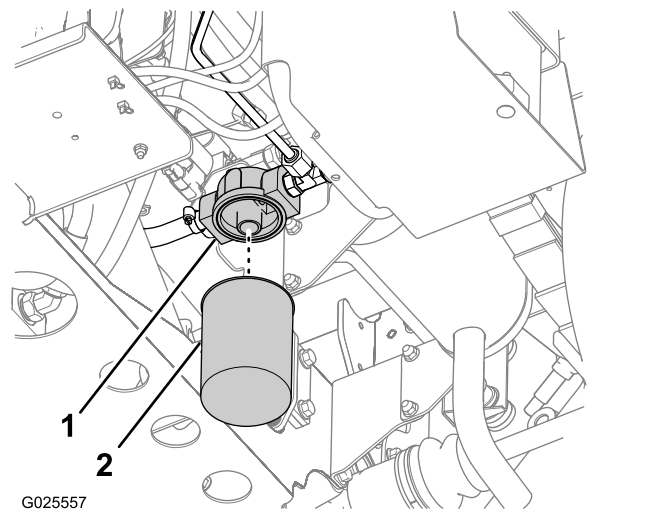

Figura 82
2. Pulite l'area attorno alla zona di montaggio del filtro (Figura 82).
3. Collocate una bacinella di spurgo sotto il filtro (Figura 82).
4. Estraiete il filtro facendolo girare in senso antiorario (Figura 82).
5. Pulite la superficie della sede del filtro del relativo adattatore (Figura 82).
7. Inserite il nuovo filtro sul relativo adattatore in modo che la relativa guarnizione sia a contatto con la superficie della sede dell'adattatore (Figura 82), quindi serrate il filtro di un altro 1/2 giro (Figura 82).